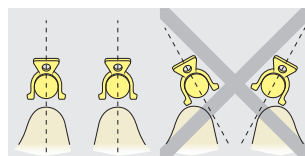

Fig. 4
- Um ein vorzeitiges Deaktivieren der Lamellen zu vermeiden und ein simultanes Ein- bzw. Ausgliedern der Prothese sicherzustellen, müssen die Stegreiter untereinander parallel ausgerichtet sein (Fig. 4).